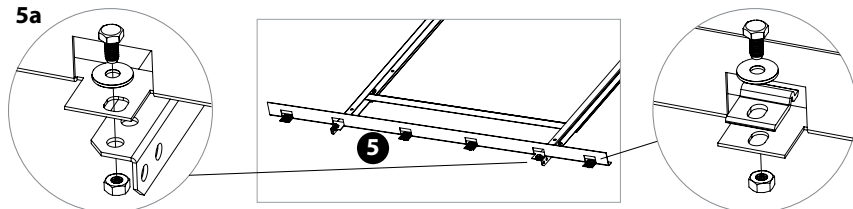
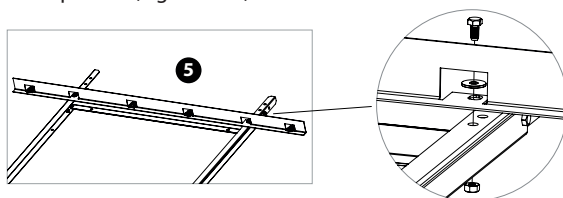

Figura 2.14
Figura 2.15
- 3 Solo in caso di sistema a due collettori (BIASISOL CN BLACK 200-2 e CN BLACK 300-2), posizionare la barra **5** sulla parte inferiore e, negli appositi spazi, posizioniamo i quattro elementi di fissaggio in alluminio senza stringere i bulloni M8 con i dadi (Figura 2.14).
Il collettore va fissato con due elementi di fissaggio in alluminio così come descritto nell'immagine **5a** (Figura 2.14) e in (Figura 2.15).
- 4 Ripetere per la barra superiore (Figura 2.15).